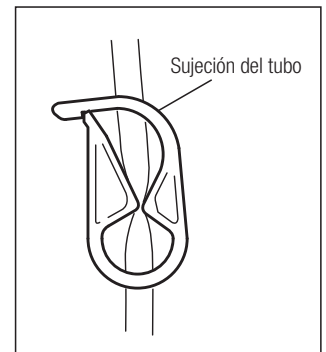

Fig. 9
- 1) Cierre la sujeción del tubo que está colocada entre la aguja de irrigación y la bomba de irrigación (Fig. 9).